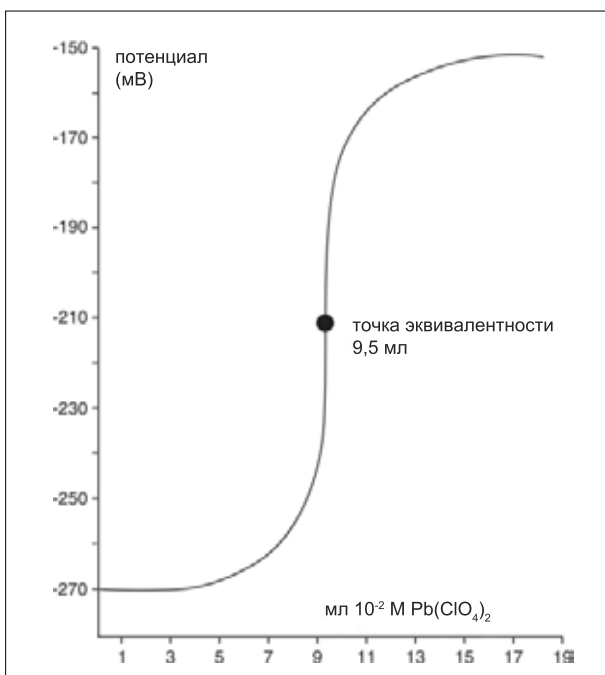

Рис. 3. Типичная кривая титрования сульфат-иона
раст. Точка эквивалентности в процессе титрования — это точка, соответствующая максимальному наклону кривой (точка перегиба). См. рис. 3.
3. Выполните титрование до точки эквивалентности, используя встроенный шаблон стандартного метода титрования EQP (до точки эквивалентности) титратора Tx Excellence или G20 Contrast. Точка эквивалентности в процессе титрования — это точка, соответствующая максимальному наклону кривой (точка перегиба). См. рис. 3.